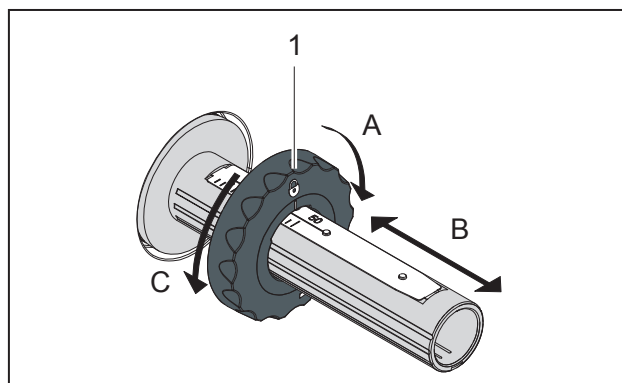

Figura 11 Ajuste del marginador
- 2 Girar la palanca (6) en el sentido contrario al de las agujas del reloj para abrir el cabezal de impresión.
- 3 Ajustar el ajustador de márgenes (1) sobre el desenrollador (5) según la anchura de la lámina (figura 11):
- Sujetar el enrollador y desbloquear el ajustador de márgenes (1) girándolo en dirección A.
- Deslizar el ajustador de márgenes (1) en dirección B y ajustarlo a la anchura de la lámina con ayuda de la escala.
- Sujetar el enrollador y bloquear el ajustador de márgenes (1) girándolo en dirección C.